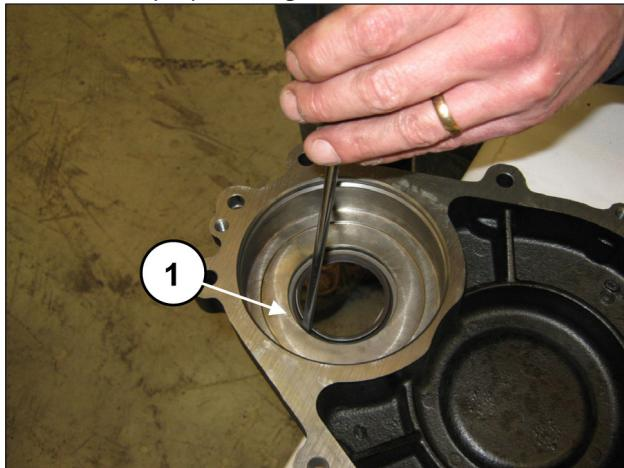

Fig. 11
Extraia as juntas do óleo da tampa do redutor, agindo do lado interno da tampa (pos. ①, Fig. 11).